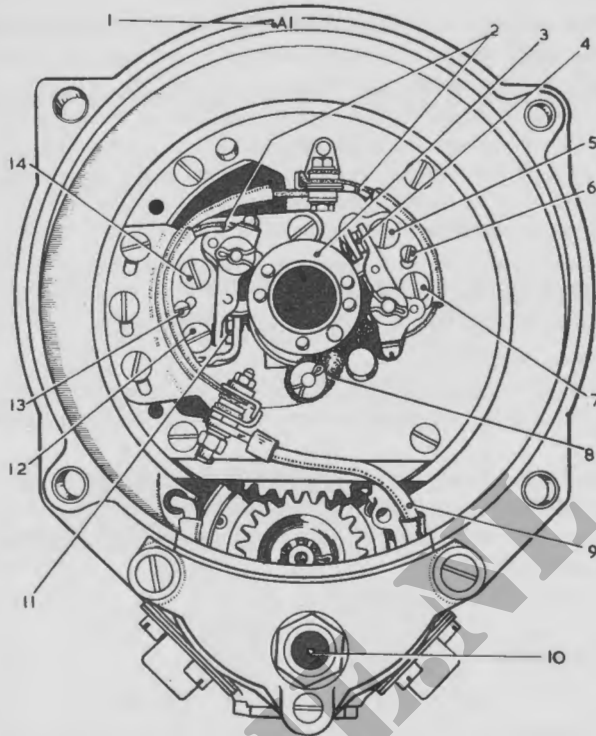

Fig. 24. Onderbreker installatie van de magneet, met uitgenomen rotor
- d. Torn de motor (ratel en verlengstuk) totdat één stel onderbrekerpunten (4 en 11 fig. 24) volledig open staat, controleer dit met een spiegel. Dit stel onderbrekerpunten kan nu schoon gemaakt worden.